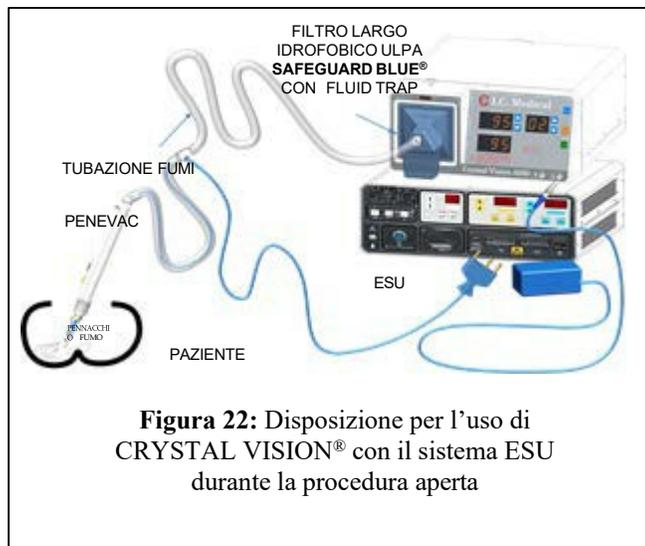

Figura 22: Disposizione per l'uso di **CRYSTAL VISION®** con il sistema ESU durante la procedura aperta
3. Riferirsi alla Figura 22 o 23 per conoscere la relativa disposizione.